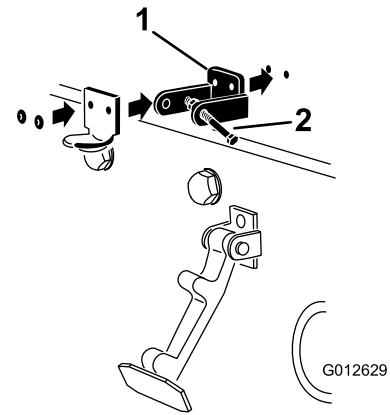

Figure 8
3. Alignez les trous de montage et positionnez le support du verrou CE et le support du verrou de capot sur le capot. Le support du verrou doit être appuyé contre le capot (Figure 8). Ne retirez pas le boulon et l'écrou du bras du support du verrou.
5. Rivez les supports et les rondelles sur le capot (Figure 8).